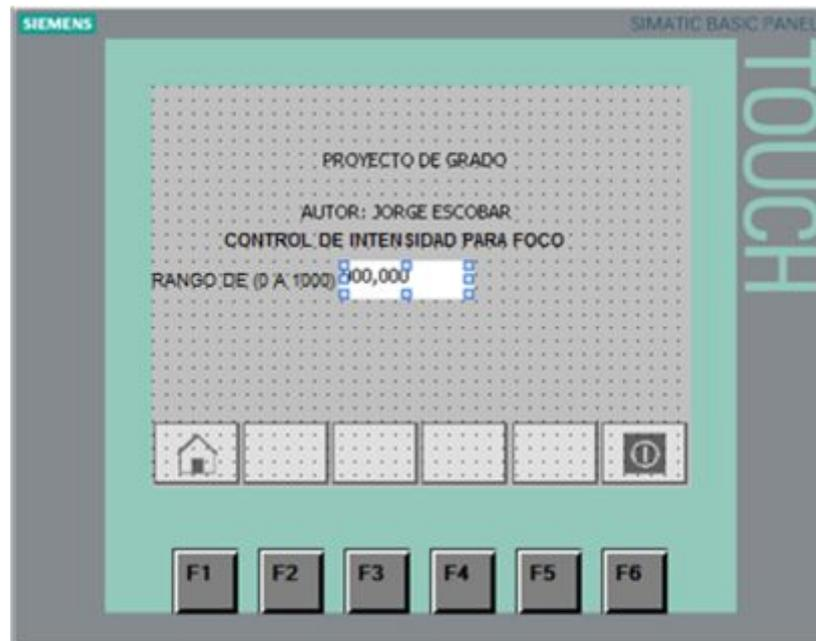

FIGURA 136: Panel del operador.
- Finalmente se ha creado la mascarilla del HMI (FIGURA 136).